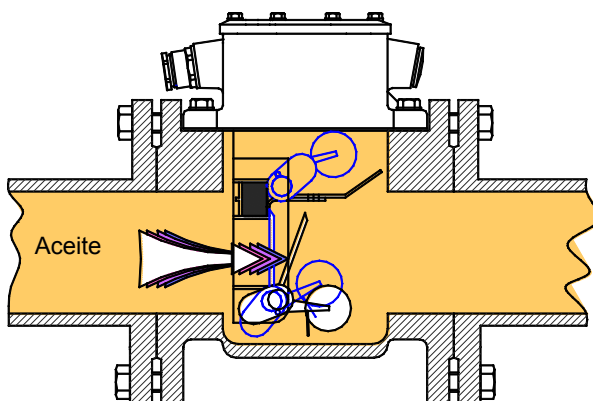

Figura 9 - Corriente de líquido aislante
3.3 Corriente de líquido aislante (Figura 9)